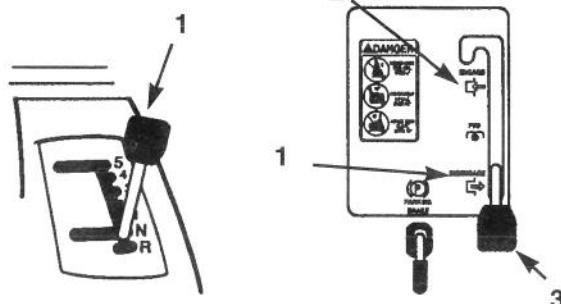

Figure 7
3. Sélectionner le point mort (N) (Fig. 7).